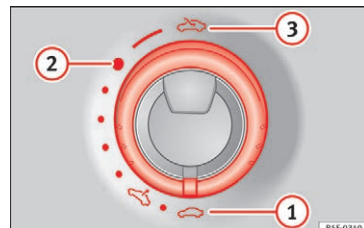

Fig. 11 I loftet: Der skal drejes på kontakten for at åbne og lukke.
- Åbning: Drej kontakten til position » Fig. 11 ③.
- Komfortstilling: Drej kontakten til position » Fig. 11 ②.
- Lukning: Drej kontakten til position » Fig. 11 ①.